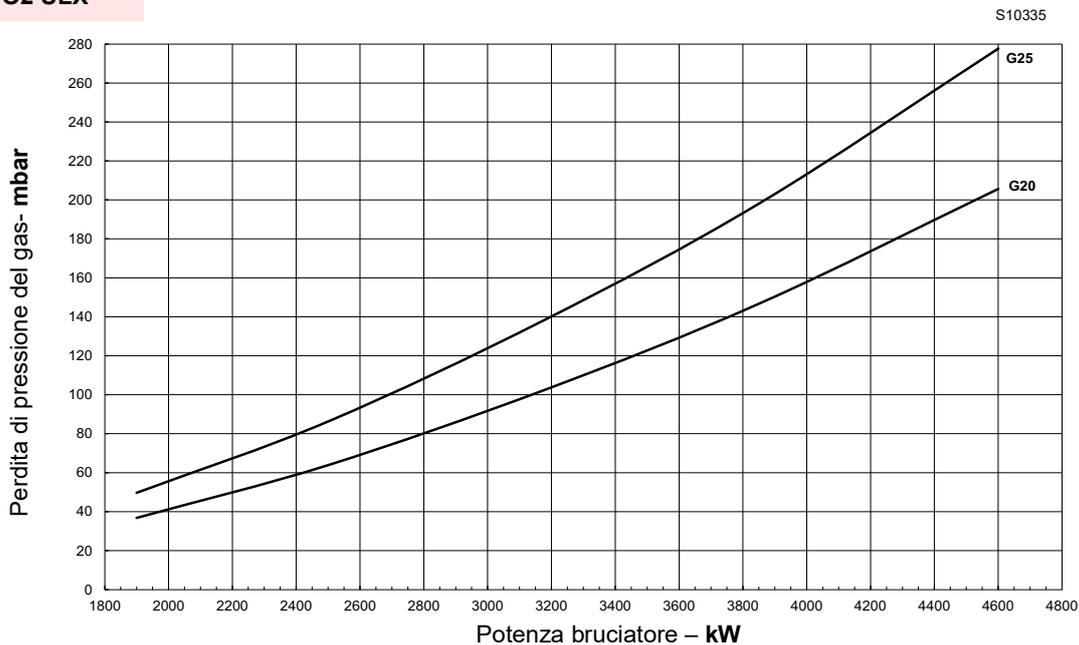

Fig. 21
- Inserire il valore in mbar (Fig. 21) e leggere la potenza corrispondente sulla linea tratteggiata.
- Leggere la pressione alla presa P1 (Fig. 21).
Pressione richiesta alla presa P1 (Fig. 21).
- Serve a ricavare approssimativamente la potenza MAX del bruciatore mediante le Fig. 20 e Fig. 21 a pag. 25.